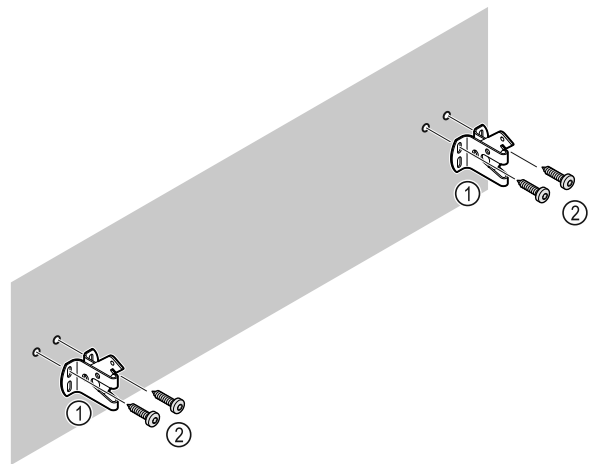

Fig. 10
Selon les propriétés du mur (bois, béton), utiliser un matériel de fixation approprié (par ex. des chevilles) et suffisamment de points de fixation Fig. 10 (2).
- Fixer les crochets de sécurité. Fig. 10 (1)